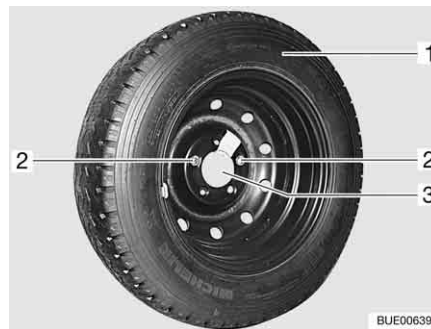

Bild 257 Reservhjulshållare i det bakre lastutrymmet
- Skruva ut och ta bort de båda fästskruvarna (Bild 257,2) med fordonsverktyget.
- Ta av reservhulet (Bild 257,1) från hållaren (Bild 257,3).